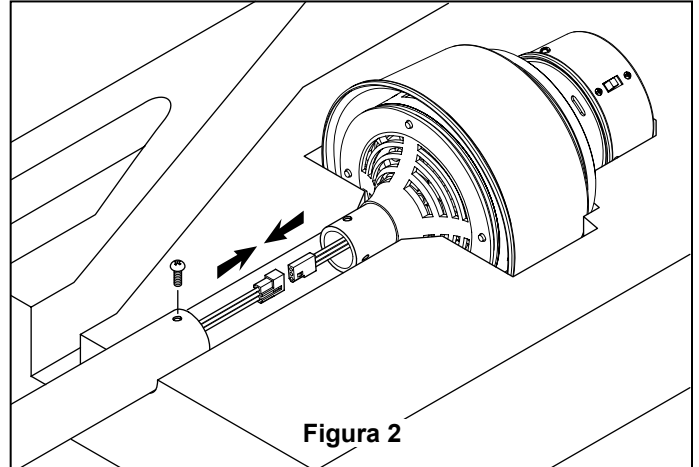

Figura 2
2. Con la almohadilla de espuma que se incluye, coloque un motor en cada extremo de la unidad del tubo. Fije firmemente el enchufe del motor al portalámparas en la unidad del tubo. (Figura 2)
4. Alinee los orificios del tubo con los orificios de la unidad del motor e instale tres tornillos en cada motor. No ajuste demasiado. (Figura 2)